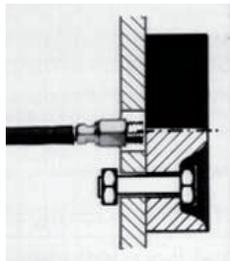

Abb. 11 Sensor ohne Gewinde in Standardmontage
Sensoren ohne Gewinde, siehe Abb. 11
- ➔ Vermeiden Sie eine Beschädigung des Sensors, indem Sie die Befestigungsmuttern der Gewindestifte vorsichtig anziehen, siehe Abb. 11.